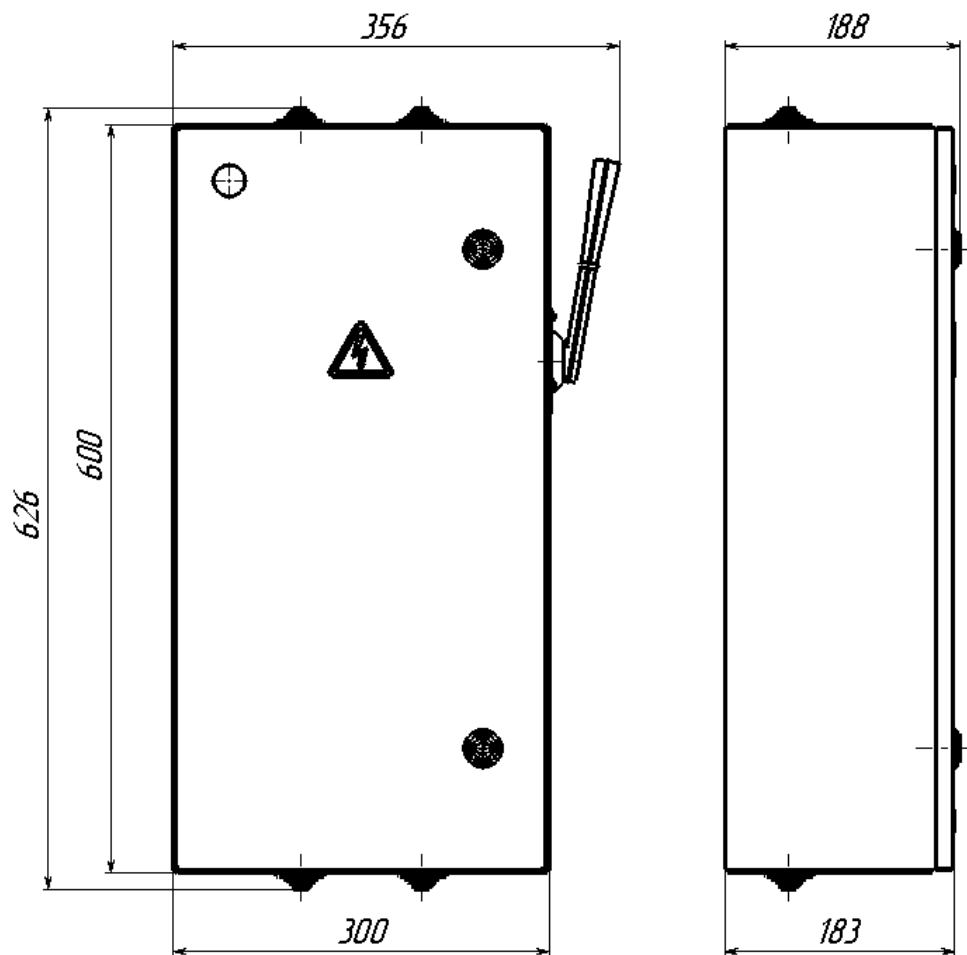

Рис.1 Внешний вид, габаритные и установочные размеры корпуса ящика силового ЯРП-250У-Узола.
2.13 Габаритные и установочные размеры	- см. рис.1;